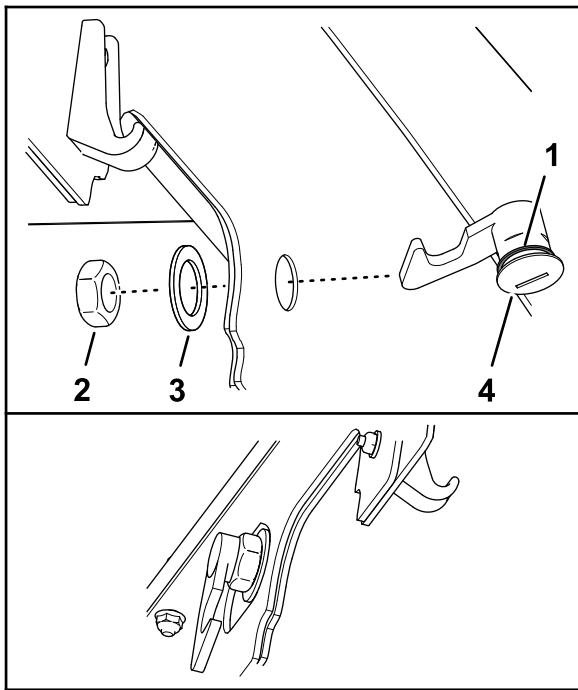

Figura 35
- Asegúrese de que la junta está montada en el cierre del capó (Figura 35).